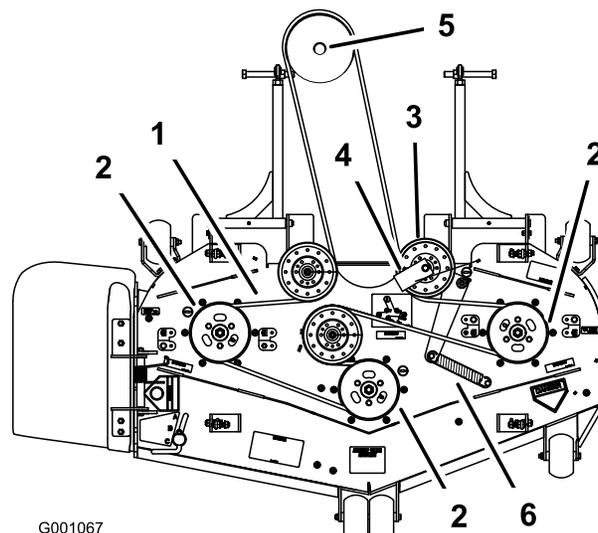

Figura 66
6. Montate la nuova cinghia attorno alle pulegge del tosaerba ed alla puleggia degli ingranaggi, sotto il motore (Figura 66).
7. Montate il guidacinghia sul tendicinghia a molla, ad un angolo di 45 gradi, come illustrato in Figura 66. Serrate il bullone ad un valore compreso tra 37 e 45 Nm.
8. Montate la molla di rinvio sui due poli (Figura 66).